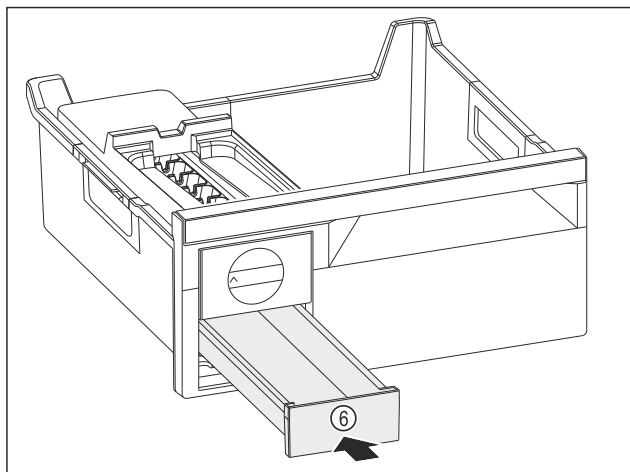

Fig. 247
- ▶ Ijsblokjesvak Fig. 247 (6) inschuiven.